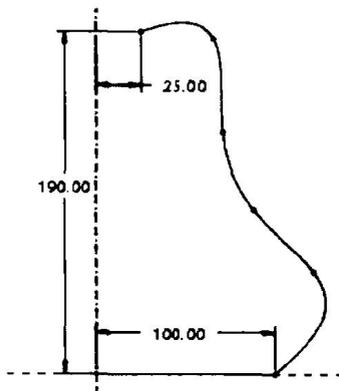
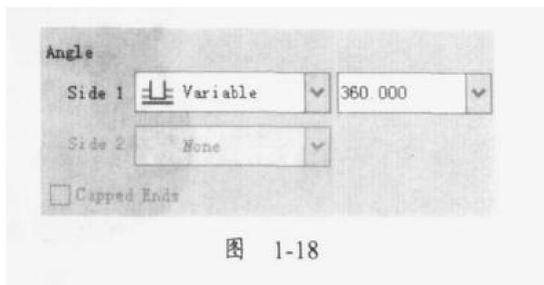

图 1-17
图 1-18
(4) 单击 Section 对话框中的 Sketch 按钮，系统进入草绘状态。
(5) 绘制如图 1-17 所示的一条中心线和特征截面，然后单击草绘命令工具栏中的“√”按钮，系统再次显示 Section 对话框。
(6) 单击 Section 对话框中的 OK 按钮，系统返回零件设计模式。
(7) 单击 Options 选项，在弹出面板的 Side1 栏中，选择 Variable 选项，并输入旋转角度 360，如图 1-18 所示。